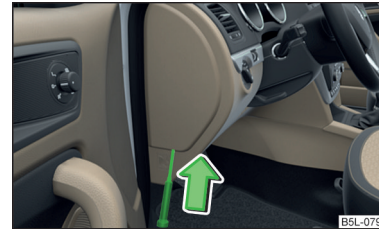

Fig. 193
- Introduzca un destornillador plano en la hendidura de la tapa, en el sentido de la flecha » fig. 193.